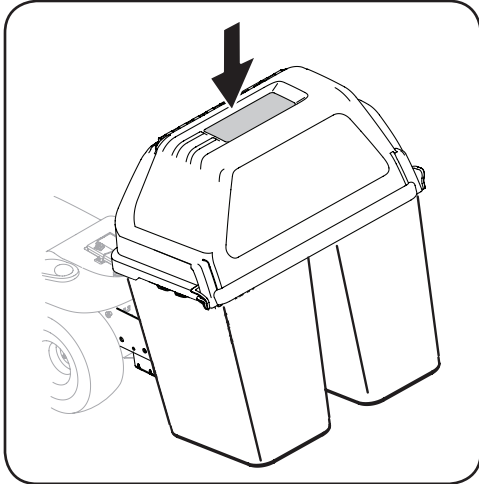

Figura 5-1
1. Mientras corta el césped, deténgase periódicamente y controle la ventanilla de visualización que está arriba de la tapa del colector de césped. Consulte la Figura 5-1.